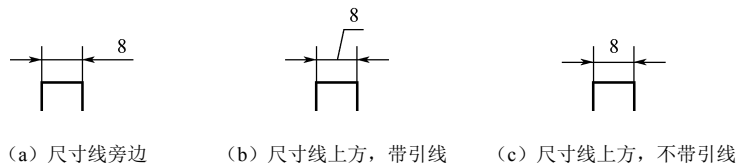

图 4-66 “文字位置”选项
⑥ “文字位置”设置。用于设置当文字不在默认位置时，文字的放置位置，有“尺寸线旁边”“尺寸线上方，带引线”“尺寸线上方，不带引线”三种位置，如图 4-66 所示。机械标注选择“尺寸线旁边”位置。